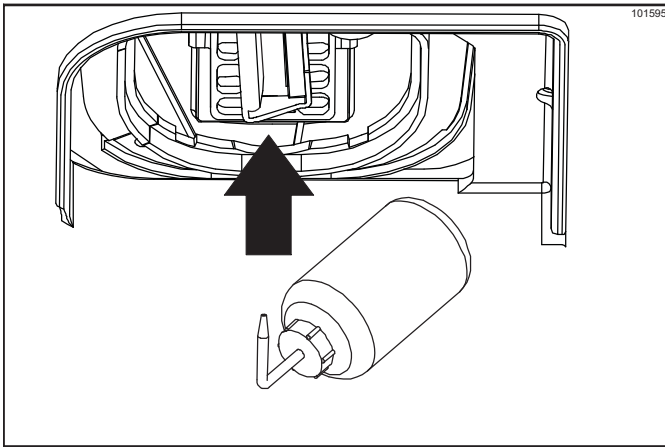

Figura 6-18
27. Lave a fondo la cuchilla de la granizadora, los tubos dispensadores y la zona alrededor con la botella flexible de solución de limpieza/desinfección. (Véase la figura 6-18).
29. **Máquinas con estación de enjuague:** Limpie con un cepillo la estación de enjuague utilizando la botella de solución de limpieza/desinfección y el cepillo de surtidor. Preste mucha atención al cabezal de la enjuagadora y a la zona de desagüe. (Véase la figura 6-18).